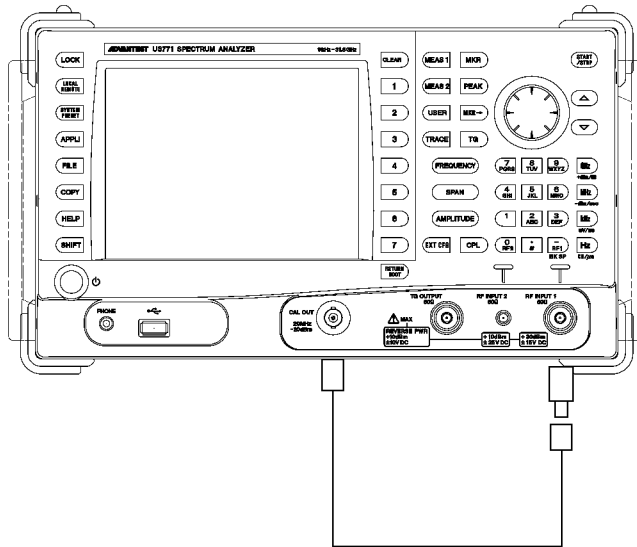

図 3-7 CAL 信号の接続
6. 標準付属品の N-BNC アダプタ、入力ケーブル (A01037-300) を使用し、図 3-7 のように接続します。